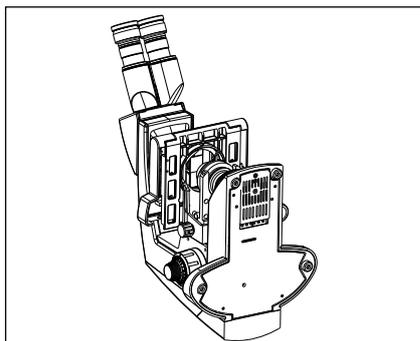

Fig. 1
- 2 Per evitare i potenziali pericoli e shock ustioni quando si sostituisce una lampadina alogena o LED, ruotare la microscopio principale su SPENTO posizione e scollegare il cavo di alimentazione dal muro in anticipo. Ogni volta che si sostituisce a bulbo durante l'uso o immediatamente dopo l'uso, presa di corrente e permettere lampada a bulbo per raffreddare prima di toccare (fig.1).